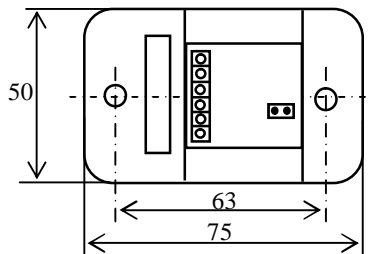

Рис.1. Габаритные и установочные размеры модуля.
6.1.1. При проектировании размещения устройств пожарной автоматики необходимо руководствоваться «Строительными нормами и правилами СНИП 2.04.09-84», НПБ 88-2001\*. Габаритные и установочные размеры модуля показаны на рис.1, принципиальная схема подключения - на рис.2.